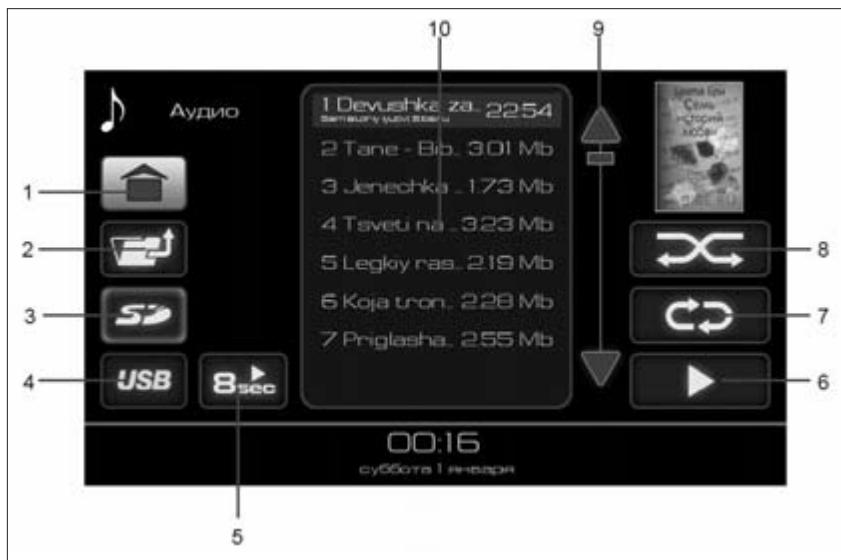
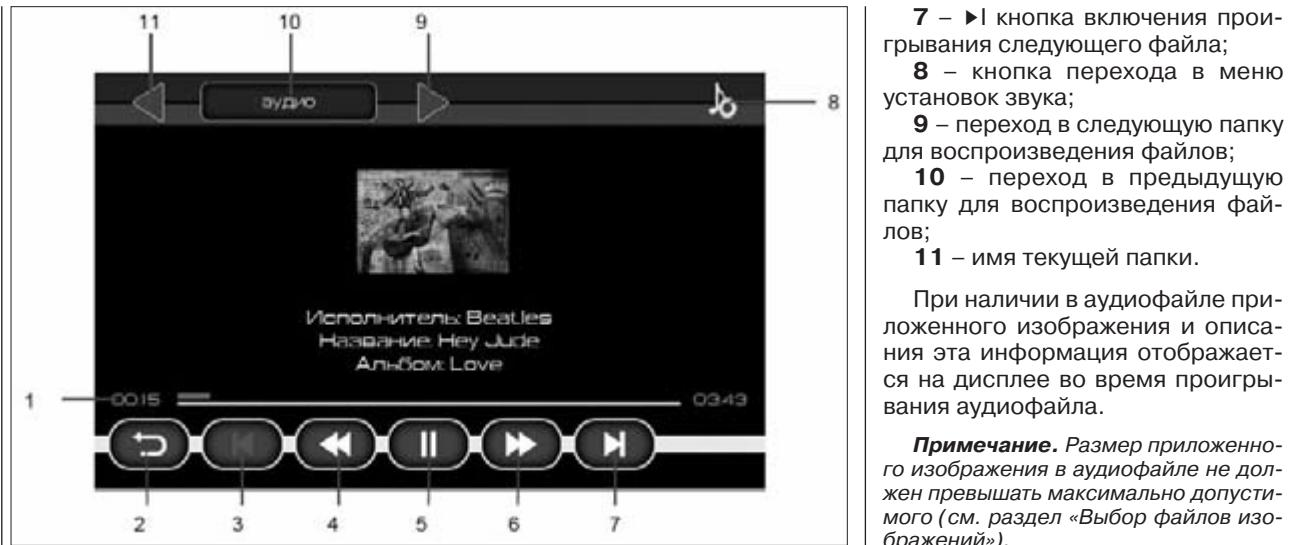

Рис. 4. Окно списка аудиофайлов
Рис. 5. Окно проигрывания аудиофайлов
Доступные для воспроизведения аудиофайлы и папки отображаются в списке **(10)** (рис. 4). Двойное нажатие на изображение папки отобразит список аудиофайлов в этой папке. Для выхода из папки нужно нажать кнопку **1** (рис. 4).
- либо двойное нажатие на выбранный аудиофайл позволяет воспроизвести именно его, при этом доступна кнопка включения режима повторного воспроизведения (кнопка **7**, рис. 4).
- либо нажатие на кнопку воспроизведения аудиофайлов (кнопка **6**, рис. 4) позволяет воспроизвести все аудиофайлы, находящиеся в списке **(10)** (рис. 4).
в списке **(10)** на рис. 5, а затем нажатие кнопки воспроизведения аудиофайлов (кнопка **6**, рис. 4), позволяет воспроизвести все аудиофайлы, находящиеся в выбранной папке, и во всех вложенных в нее папках.
Для остановки воспроизведения нажмите кнопку **5** (рис. 5).
Если при воспроизведении аудиофайла нажать на кнопку **«Пауза»** (кнопка **5**, рис. 5), а затем нажать на кнопку возврата (кнопка **2** рис. 5), то происходит переход в главное меню, и в кноп-